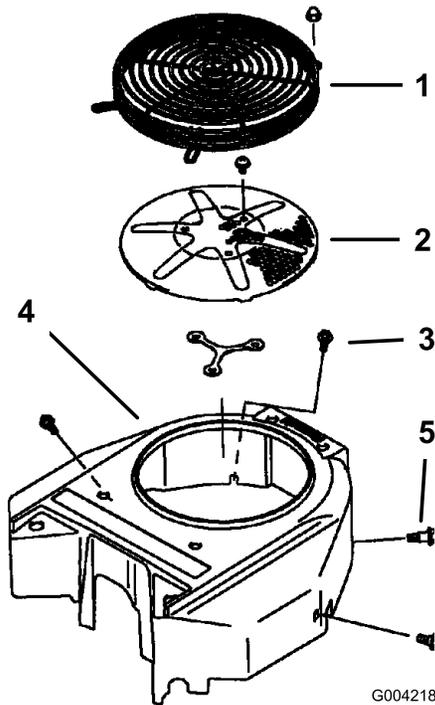

Figure 59
Avant chaque utilisation, enlevez l'herbe, les saletés et autres débris éventuellement accumulés sur la grille du moteur. Cela permet d'assurer un refroidissement et un régime moteur corrects, et réduit les risques de surchauffe et de dommages mécaniques du moteur (Figure 59).
3. Retirez la grille d'entrée d'air, le lanceur et le carter du ventilateur (Figure 59).
5. Remettez la grille d'entrée d'air, le lanceur et le carter du ventilateur (Figure 59).